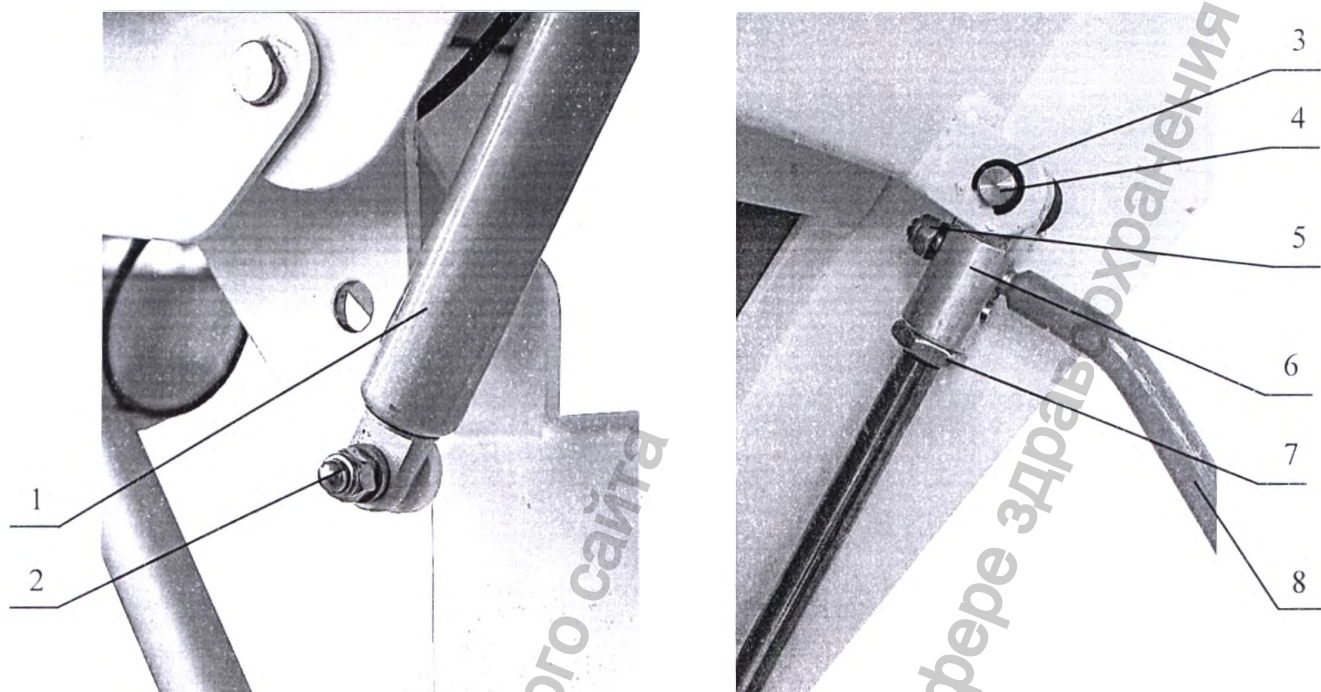

Рисунок 6. Замена газовых пружин поворота спинки.
12.1.1. Отверните гайки 5 (Рисунок 6).